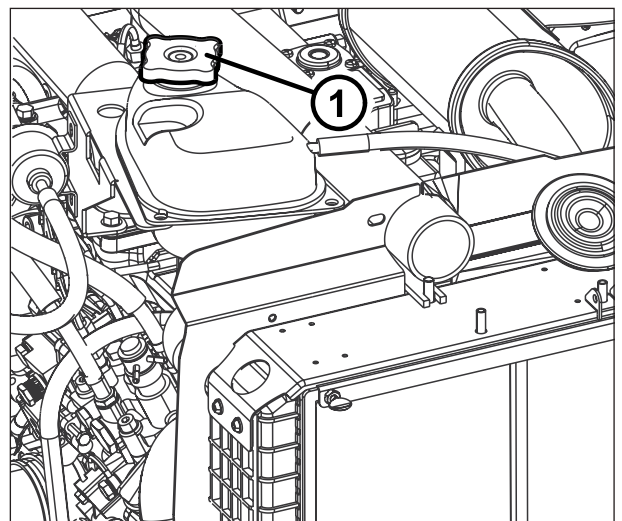

Fig. 124
Cerrar el tapón de descarga (1) y llenar la instalación con líquido refrigerante hasta 20-25 mm por debajo del borde del tapón de llenado (1) del radiador Fig. 124.
**NOTA:** en caso de emergencia, para tutelarse en caso de pérdidas imprevistas, rellenar la instalación vertiendo agua a través del tapón de llenado (1) Fig. 124.